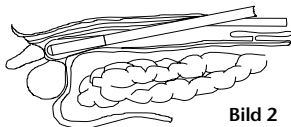
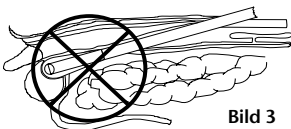

Bild 2
Bild 3
3. Skjut in ballongsystemet (bilateralt) tills du har nått det avsedda stället i det extraperitoneala rummet (bild 2). Det är mycket viktigt att instrumentet inte förs in för djupt och att inget tryck utövas på ballongen eftersom intilliggande organ och strukturer, t.ex. urinblåsan, kan skadas. (Bild 3)